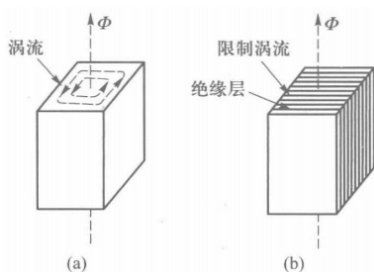

图 1: 涡流损耗
2. 涡流损耗 ΔP_e : 为减少涡流损耗，应选用彼此绝缘的硅钢片叠成铁心，限制涡流，使涡流只能在很小的截面内流通（如图1(b)所示）。或采用电阻率高的铁心（如硅钢片）。